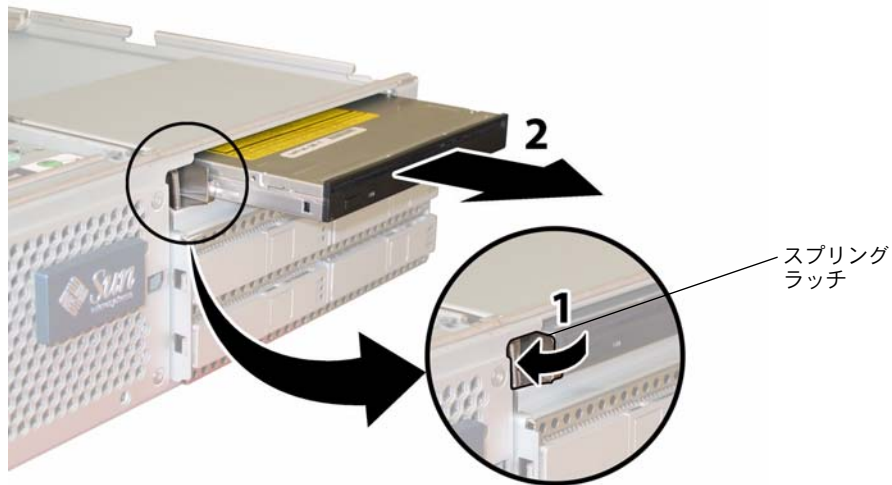

図 4-37 DVD-ROM ドライブの取り外し
- a. DVD-ROM ドライブ前面にあるスプリングラッチを左へ引いた状態にします。図 4-37 を参照してください。